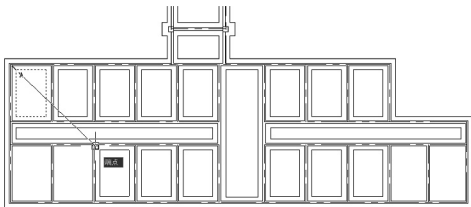

图 5.14 复制大放脚
(3) 将上面绘制的大放脚由【基础墙】图层换到【大放脚】图层。
(4) 启动【复制】命令(快捷键 CO)。
① 在**选择对象**:提示下,选择刚才偏移并经修剪后的大放脚作为被复制的对象,按Enter键进入下一步命令。
② 在**指定基点或[位移(D)]<位移>**:提示下,捕捉A点作为复制基点。
③ 在**指定第二个点或<使用第一个点作为位移>**:提示下,分别捕捉所有3900mm开间的基础墙左上角阴角点,如图5.14所示。